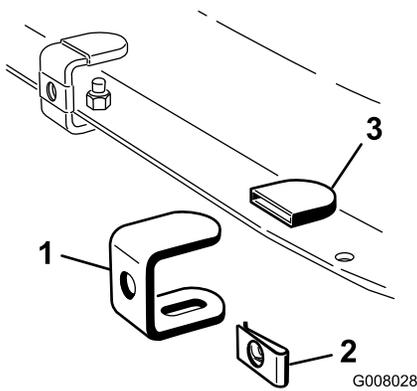

Figure 1
- Assemblez les trois supports comme illustré (Figure 1) au moyen de trois capuchons en caoutchouc, trois écrous et trois supports.